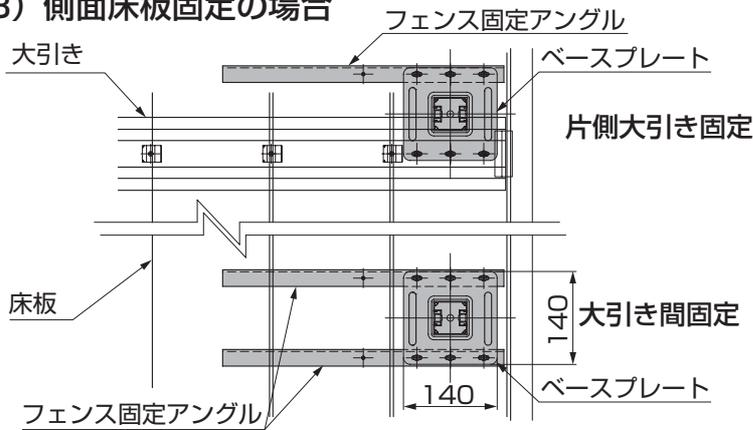
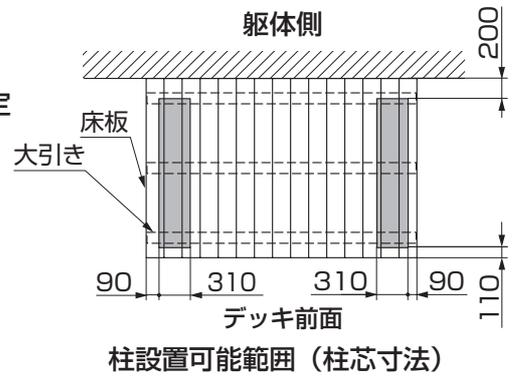
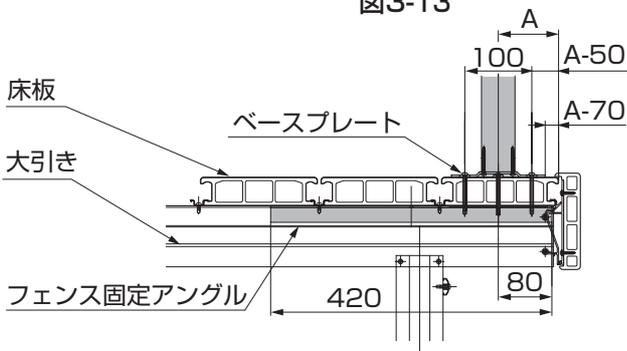
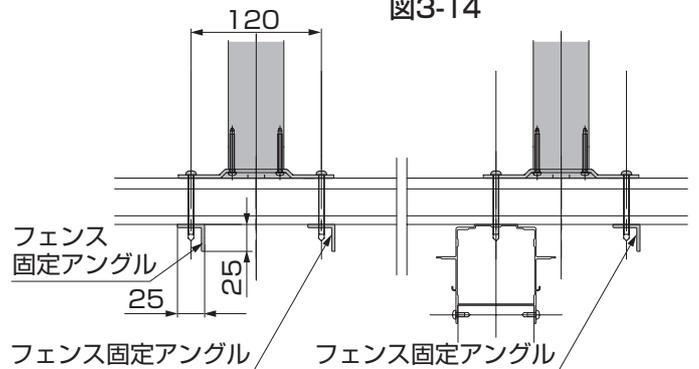

図3-13
図3-14
図3-15
図3-16
- 片側を大引きに固定して立てる場合、大引き間に立てる場合には、図3-13、図3-14、図3-15、図3-16を参照して取付けてください。
- 図3-15のA寸法値の最小値は90mmです。
- 図3-15のA寸法の最大値は、フェンス固定アングルに手が届く約400mmの範囲内で自由に設定することができます。
②ネジ位置をマーキングしてください。
③マーキングした床板にφ5.5の下孔をあけてください。(※1)
④片側大引き固定の場合は、「3-1 ベース柱 (1) 正面床板固定の場合」の端部への取付けを参照してください。
⑤大引き間固定の場合、デッキの中心の下孔と、フェンス固定アングルの孔を合わせて、ベースプレートを【3-3】で2ヶ所取付けてください。(※2)
⑥ベースプレートを【3-2】で、床板の下にフェンス固定アングルをあてて4ヶ所取付けてください。
(4) 側面床板補強材固定の場合